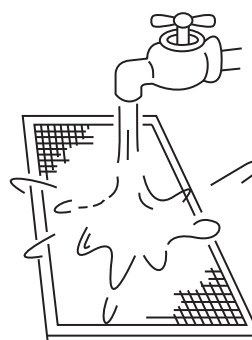

Fig.6-4
- El lado de entrada de aire debe mirar hacia abajo cuando se realiza con agua (Ver Fig. 6-4)